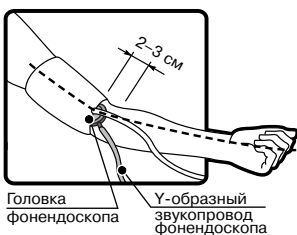

Рисунок 1
3. Трубки манжеты должны быть направлены в сторону ладони (см. рисунок 1). Если измерение на левой руке невозможно, то измерять можно на правой руке, при этом показания могут отличаться на 10–20 мм рт. ст.
4. Нижний край манжеты должен располагаться выше локтевого сгиба на 2–3 см (см. рисунок 1).